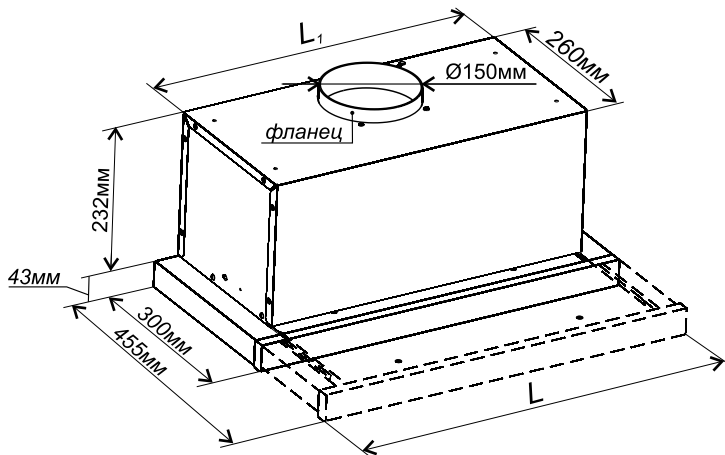

Рис. 1
Габаритные размеры:	см. рис.1
- 6.1 Выбрать расстояние между нагревательной поверхностью плиты и воздухоочистителем (750 мм минимум). Прибавив 43 мм (см. рис. 1), Вы определите нижний уровень для навешивания шкафчика.